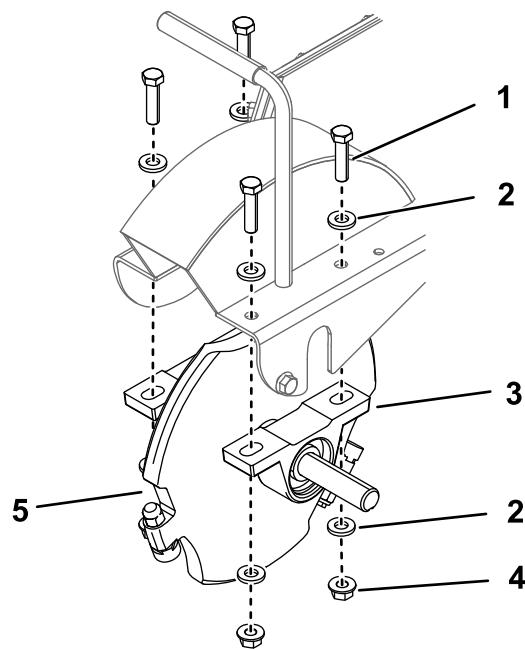

**Figura 5**
7. Retire la placa de protección (Figura 5).